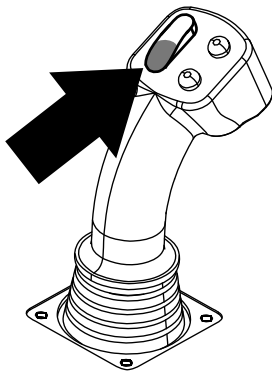
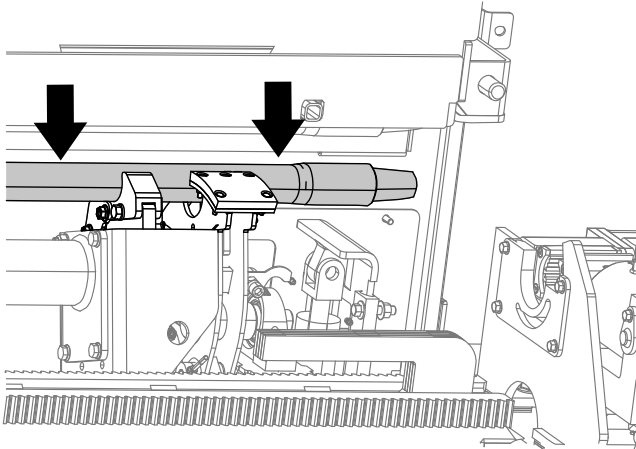

Figure 26
Figure 27
3. Maintenez le bas de l'interrupteur à bascule enfoncé (Figure 26) jusqu'à ce que la came tourne vers la rangée sélectionnée et que la tige s'abaisse dans l'ouverture (Figure 27).